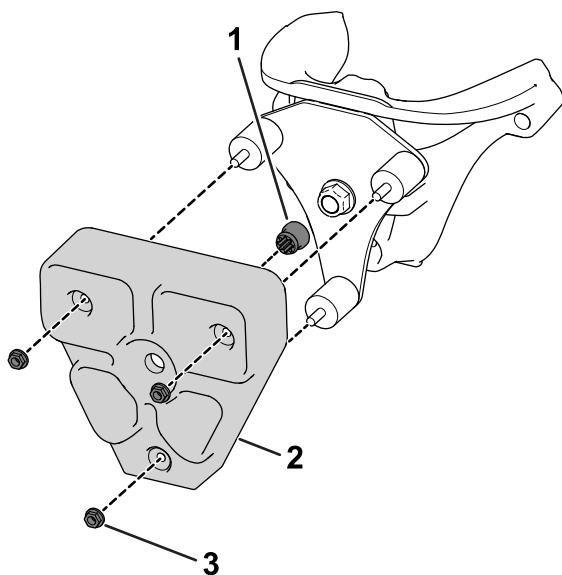

图 6
10. 将套环插入 TMD 配重块图 6。
11. 使用 3 个橡胶防振垫和 3 个螺母 5/16 英寸将 TMD 配重块固定到安装板上图 6。